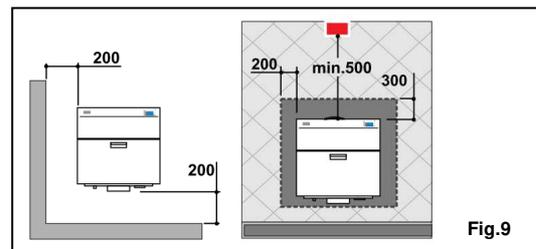

Fig. 9
• Se il pavimento è costituito da materiale sensibile al calore, interporre una lastra di materiale (es. acciaio-vetro) con spessore adeguato tra caldaia e pavimento (fig.9).
• Rispettare una distanza minima frontale superiore a 500 mm (fig.9).